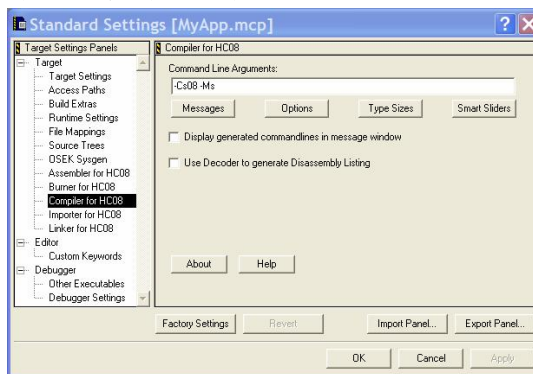
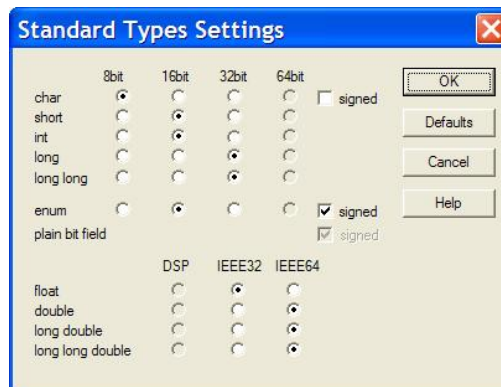

图 2-3
图 3-1
2. C 编译选项设定 (Compiler for HC08)，对话框内容如图 2-3。在这里你可以完成针对 C 编译器的所有配置设定。几个选项按钮解释如下：
CW 中 08 系列单片机 C 编译器支持的基本变量类型及其缺省的长度位数由表 3.1 所示。有些变量的长度可以按实际项目需要而改变，见对话框图 3-1。此对话框经由上面的图 2-3 中“Type Size”配置按钮打开。